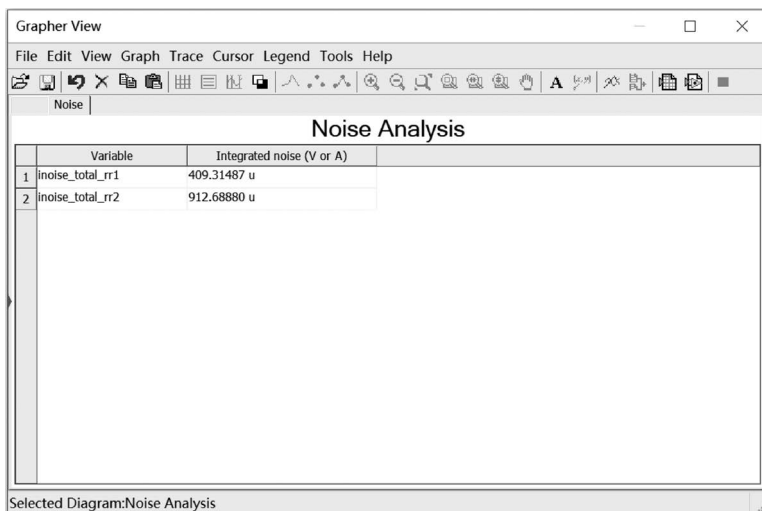

图 5.6.4 噪声分析结果 1
(4) 在 Output 选项卡中,选择分析对象: inoise_total_rr1 和 inoise_total_rr2。
(5) 单击 Run 按钮,得到分析结果如图 5.6.4 所示,所得的结果与理论值相似。